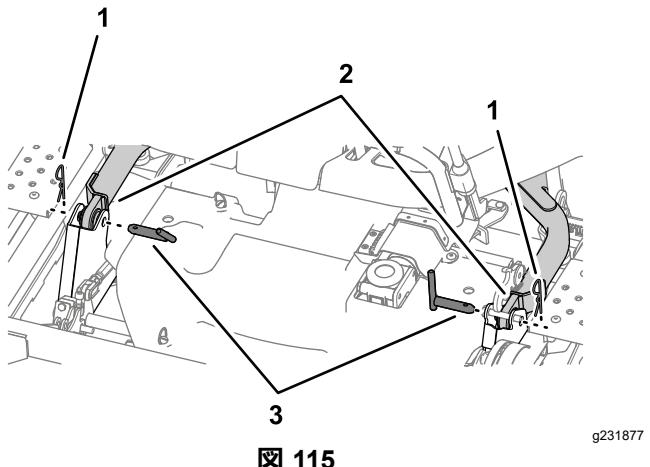

図 115
10. デッキの左右で昇降アームを固定しているリンチピン2本とクレビスピンドル2本を取り外す図115。
6. リンチピンとクレビスピンドルで、昇降アームを機体左右に固定する図115 刈り込みデッキの取り外し (ページ 76)を参照